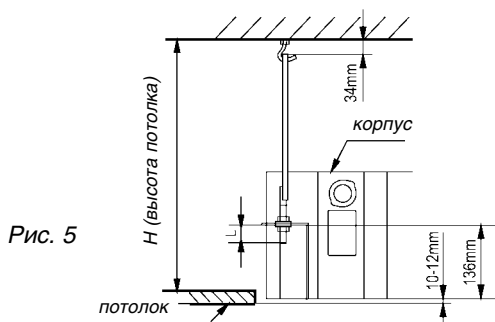

Рис. 5
Длина скоб рассчитывается по рис. 5: Длина = Н – 181 + L (обычно L = 100 мм, половина общей длины монтажной скобы).
- Зазоры между корпусом кондиционера и краями отверстия должны быть одинаковы со всех четырех сторон. Нижняя часть корпуса кондиционера должна быть заглублена в подвесной потолок на 10–12 мм (см. рис. 5).